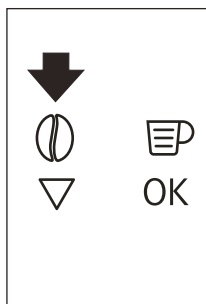

Fig. 15
- ▶ O aparelho está predefinido para preparar café com um sabor normal. Também pode selecionar o café com um sabor extra-suave, suave, normal, forte ou extra-forte. Há também uma opção de café pré-moído. Para selecionar o sabor pretendido, prima várias vezes o ícone ☕ (B4) (Fig. 15). O sabor pretendido do café é exibido.